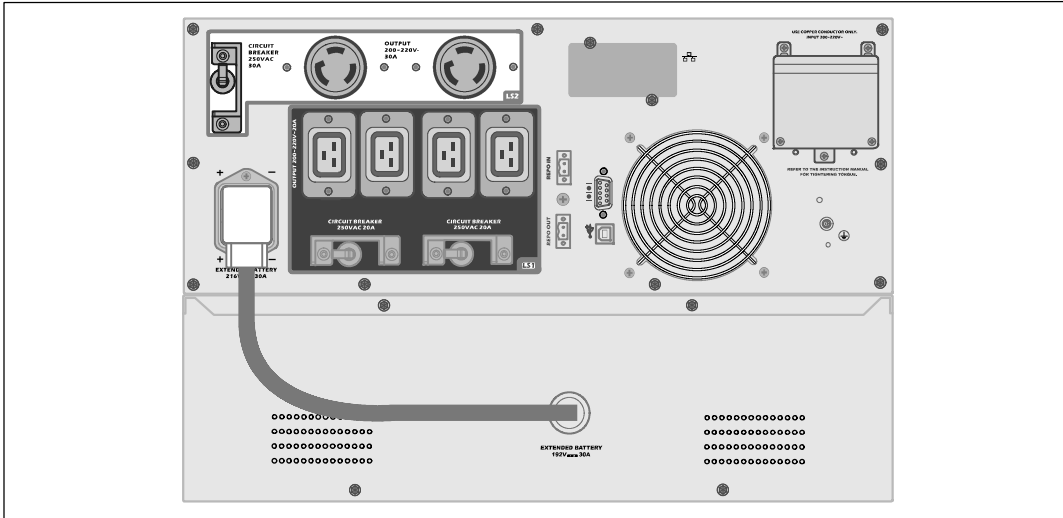

图 15. EBM 与 5600W OL UPS (208V) 配合安装
- 1 将 EBM 电缆插入 UPS 电池连接器（参见图 15）。